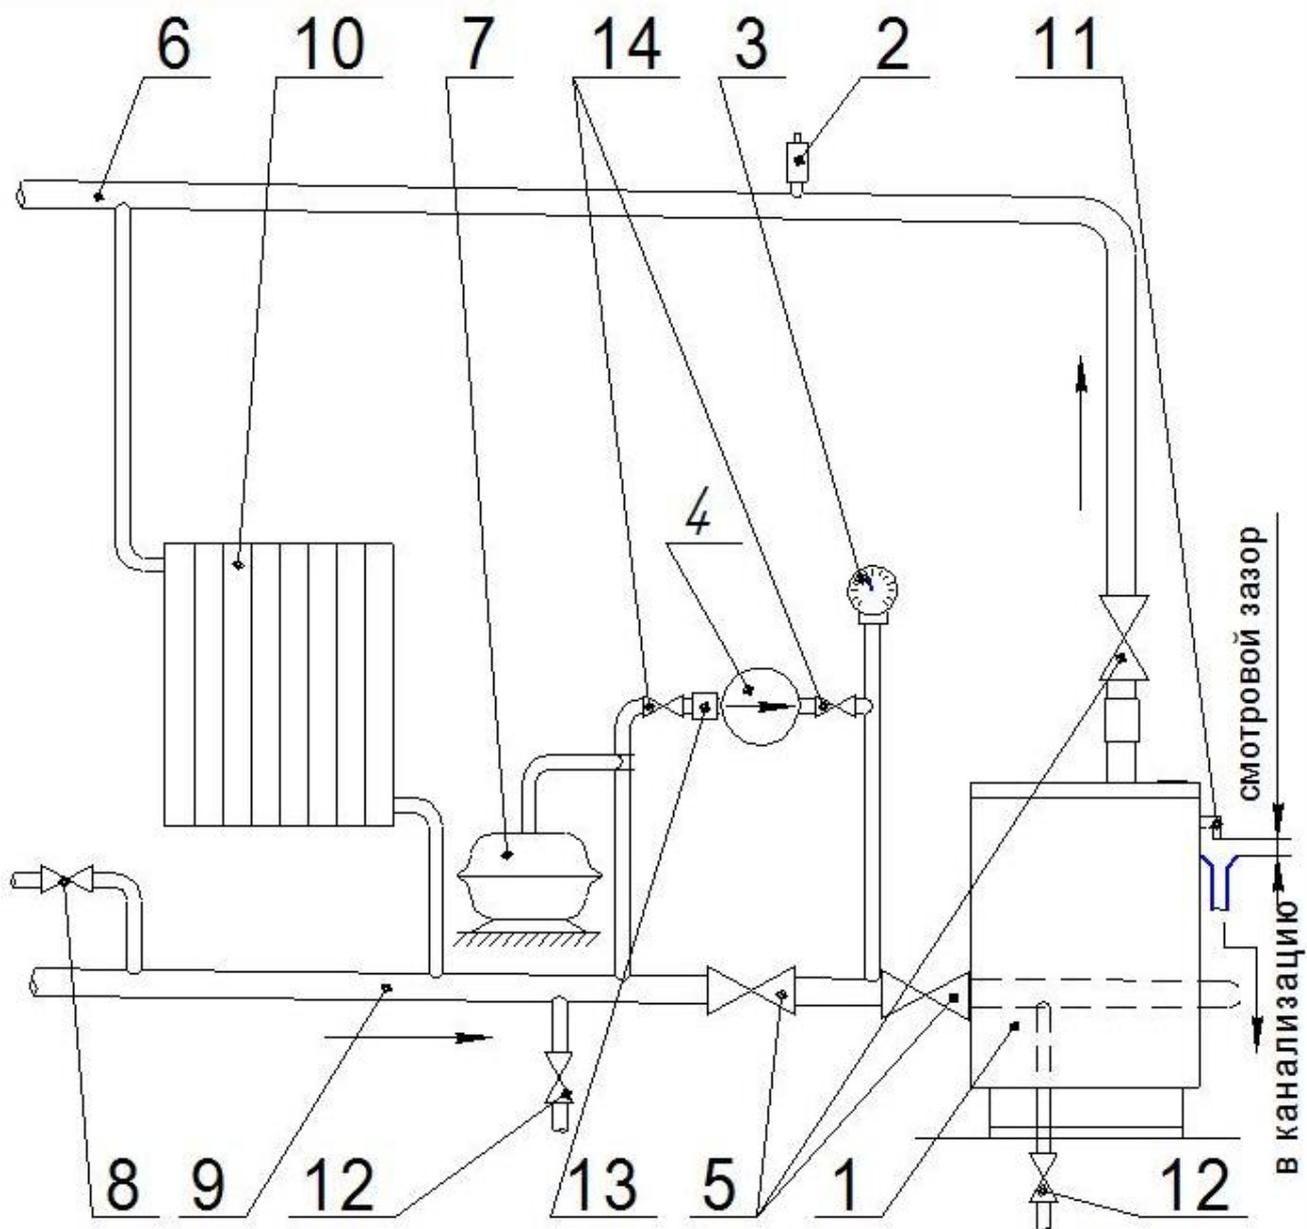

Рис.4 Рекомендуемая схема разводки отопительной системы с принудительной циркуляцией воды
5.3 Рекомендуемая схема системы отопления приведена на рис. 4.